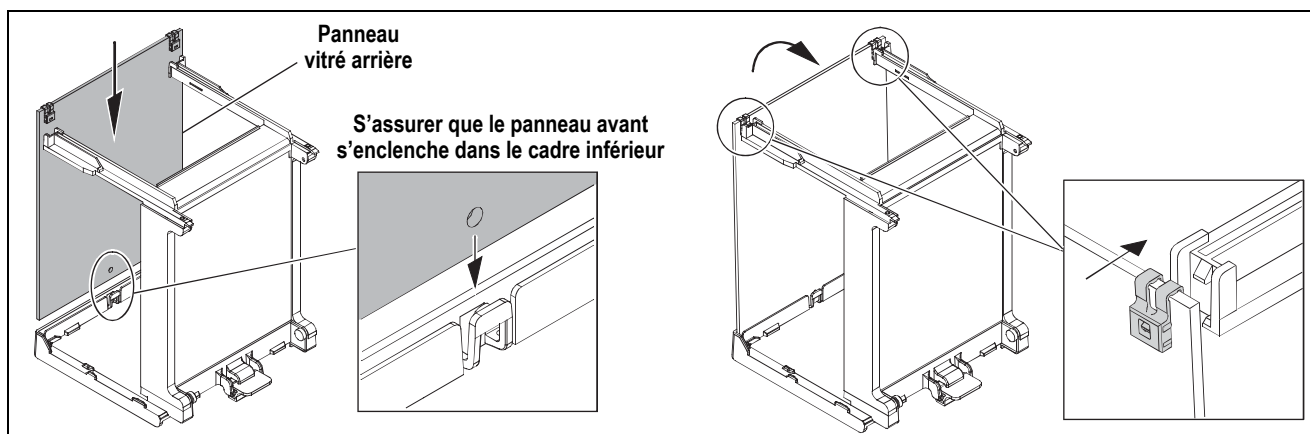

Figure 2-10. Poser l'ensemble supérieur
6. Insérer le panneau avant en verre dans la base en vous assurant qu'il s'enclenche, comme illustré à la Figure 2-10.